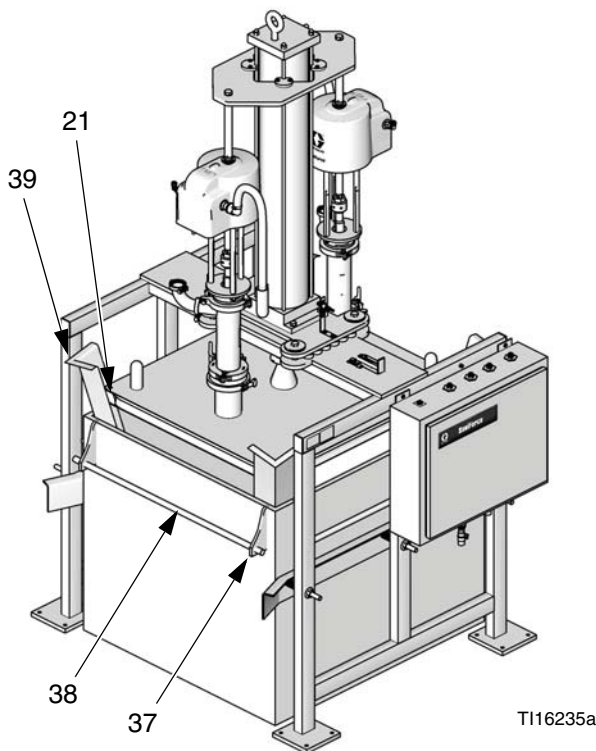

FIG. 15
5. Fissare i lati del sacchetto mediante morsetti (37) e tubi (38). Vedere la FIG. 15.
8. Accertarsi anche che le guarnizioni angolari (21) siano al loro posto.
9. Utilizzare gli angoli (39) per consentire di guidare la piastra. Vedere la FIG. 15.